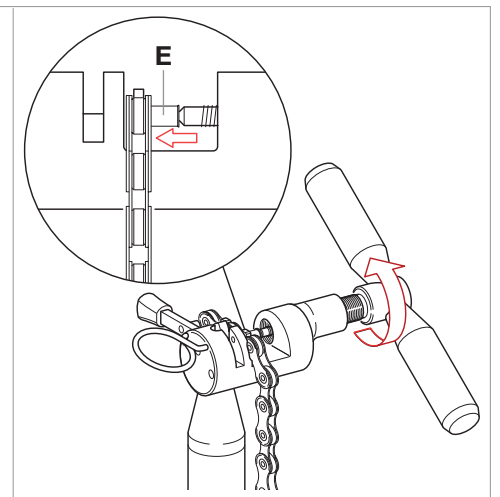

Fig.12
- Imprimendo una forza omogenea, avvitate l'utensile (**Fig. 12**) finché la bussola ULTRA-LINK 5-CN-SR700 (E) non sia completamente entrata nello spessore della catena.